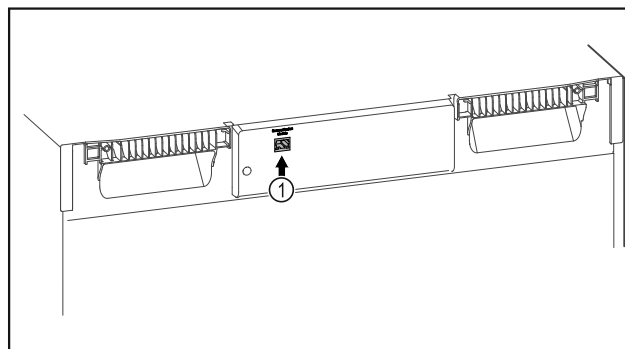

Fig. 154
- SmartModule Fig. 154 (1) er indsat.